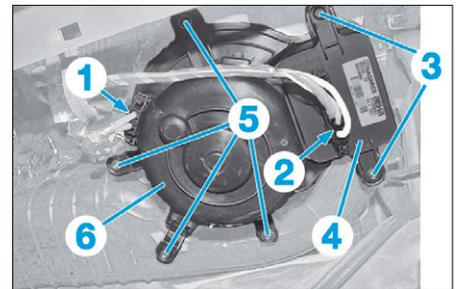

FIG. 33
• Débrancher les connecteurs (1) et (2) (Fig.33).
- les vis (5) (Fig.33),
- la soufflante d'air d'habitacle (6).